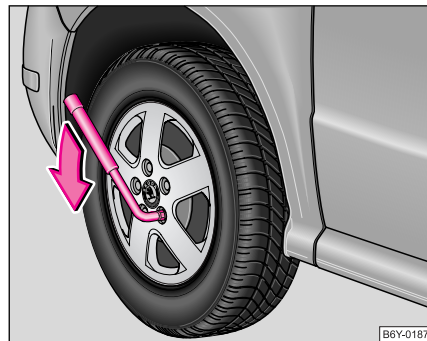

Abb. 156 Radwechsel:
- Fassen Sie am Schlüsselende an, und drehen Sie die Schraube etwa **eine** Umdrehung nach links ⇒ Abb. 156.